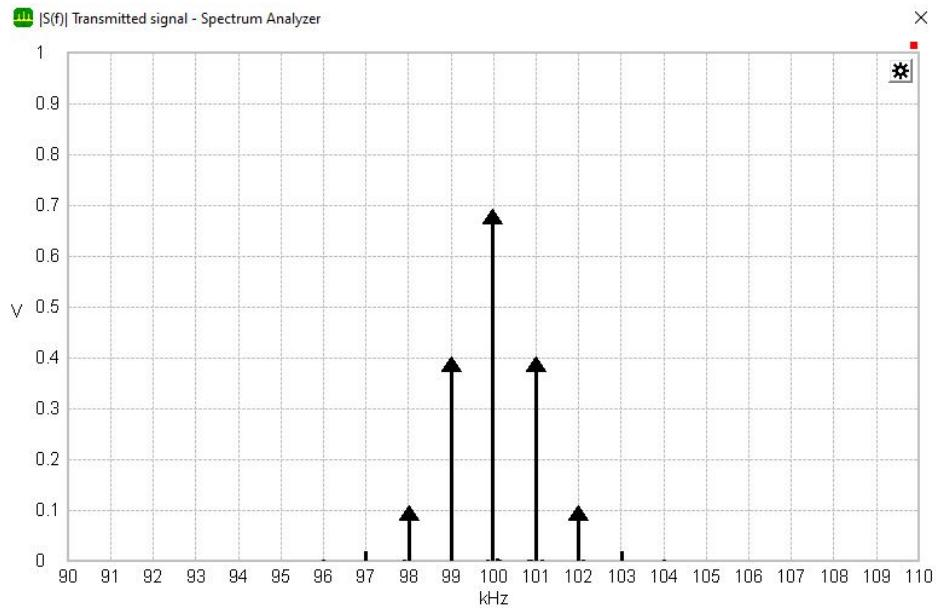

Figura 13: Vista del espectro FM con un índice de modulación de 1, frecuencia portadora de 100 kHz y mensaje de 1 kHz.
5. Utilice una frecuencia portadora de 100 kHz para ello de doble click al bloque llamado **FM modulator**, para el mensaje $m(t)$ utilice una frecuencia de 1 kHz la cual puede configurarla en el módulo llamado *Signal Generator - Properties*, para este primer caso mantenga el índice de modulación de 1 kHz/V. Al haber completado los procesos anteriores deberá visualizar el espectro FM mostrado en la figura 13. **NOTA: Deberá ajustar la frecuencia central a 100 kHz en el analizador de espectros, y recuerde que para entrar en los módulos use doble click.**